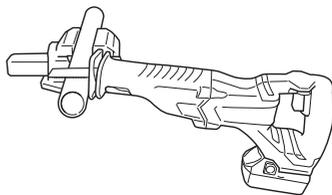

图 25
- (1) 在作业前牢牢固定工件。(图 25)
- (2) 在切锯金属材料时，请使用适当的机油（涡轮油等）。未使用液体机油时，请给工件涂上润滑油。